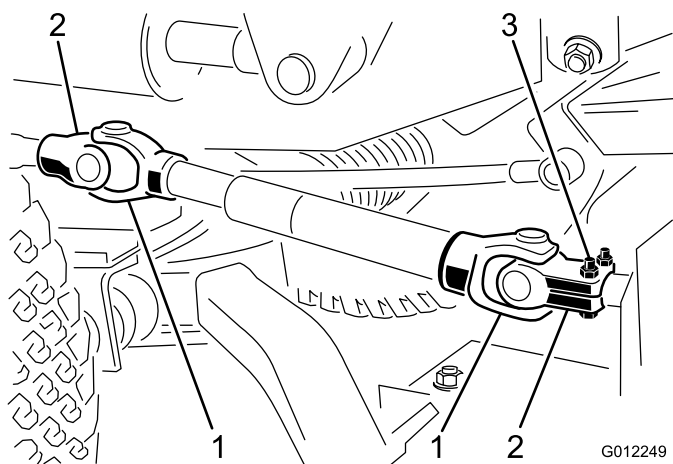

Figura 11
2. Deslize a culatra no veio e prenda em conjunto com um pino de segurança e dois parafusos (5/16 x 1-3/4 pol.) e porcas de bloqueio (5/16 pol.) (Figura 11).